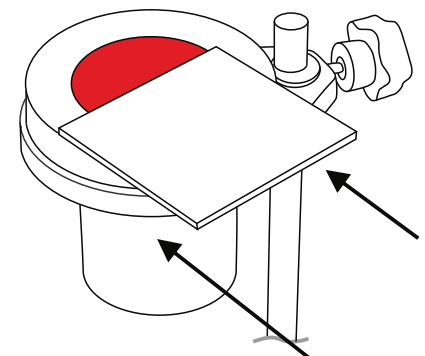

Figura 3
- 5 Deslice la placa de vidrio sobre el borde de la copa para retirar el exceso de muestra. Evite la formación de burbujas de aire entre la placa de vidrio y el líquido (Figura 3).